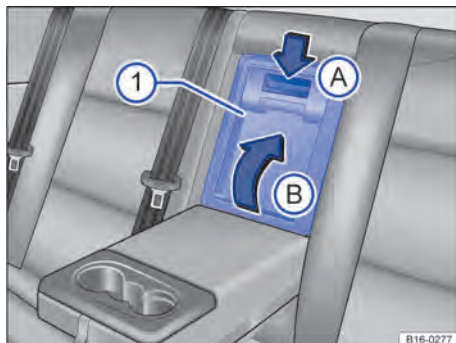

Fig. 168 No encosto do banco traseiro: abrir o dispositivo para transporte de objetos longos.
- Pressionar o botão de destravamento para baixo → Fig. 168 (A) e fechar a tampa do dispositivo para transporte de objetos longos (1) no compartimento de bagagem (B).